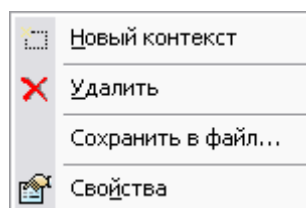

Рис. 95
Работа с контекстами ведется посредством контекстного меню, вызываемого нажатием правой кнопки мыши на контекст в окне контекстов (Рис. 95).
1. Выберите пункт меню **Новый контекст** (Рис. 95).
С контекстами можно прodelывать следующие операции (Рис. 95):